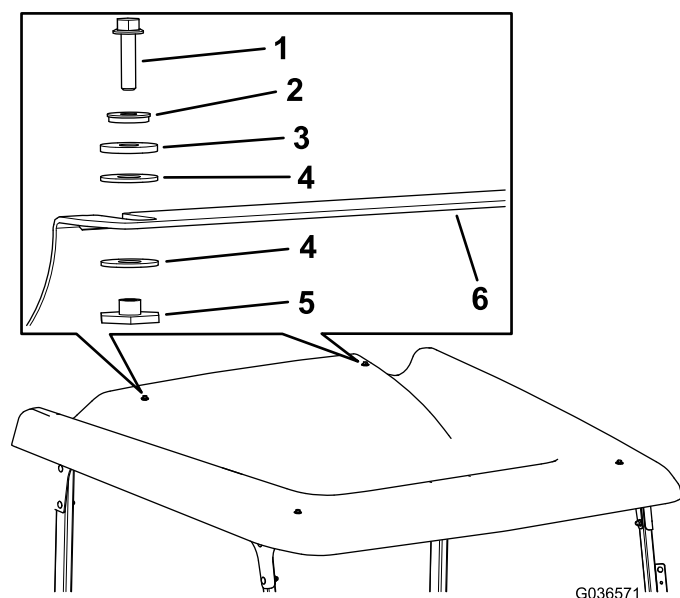

Рисунок 13
13. Установите солнцезащитный навес на заднюю поперечину при помощи двух болтов с шестигранными фланцевыми головками (1/4 x 1 дюйм), двух уплотнительных шайб, двух фрикционных шайб, 4 пластмассовых шайб и двух фланцевых втулок (Рисунок 13).